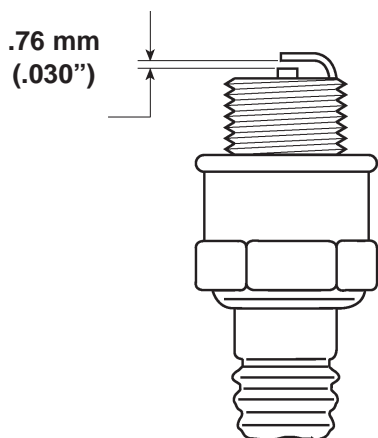

Abbildung 18
3. Den Elektrodenabstand auf 0,76 mm (0.030") einstellen (Abb. 18). Zündkerze mit korrektem Elektrodenabstand und Dichtung anbringen. Die Zündkerze fest auf 20 N·m (15 ft·lb) anziehen.